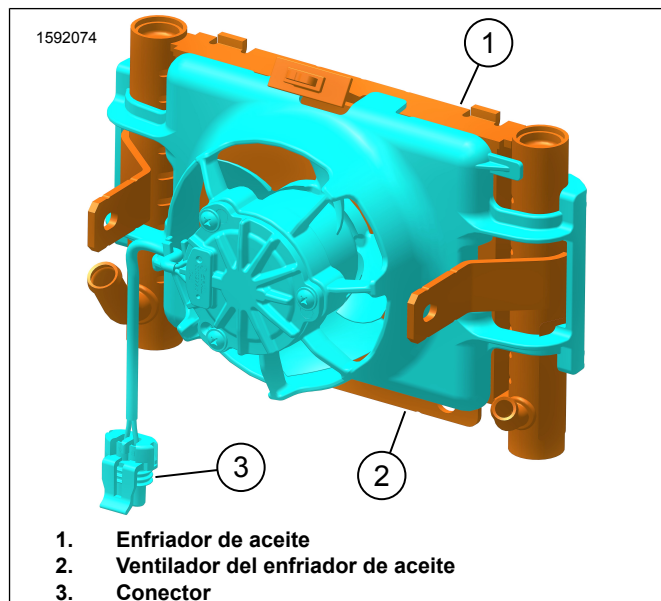
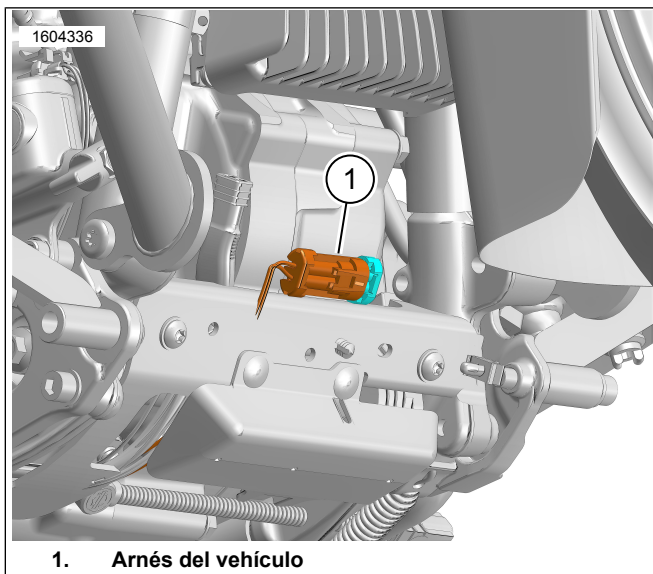

Figura 3.
Figura 4. Arnés del vehículo
1. Vea la Figura 3. Instale el ventilador del enfriador de aceite (2) en el enfriador de aceite (1).
3. Vea la Figura 3. Conecte el conector del ventilador del enfriador de aceite (3) al arnés del vehículo (1). Vea la Figura 4.